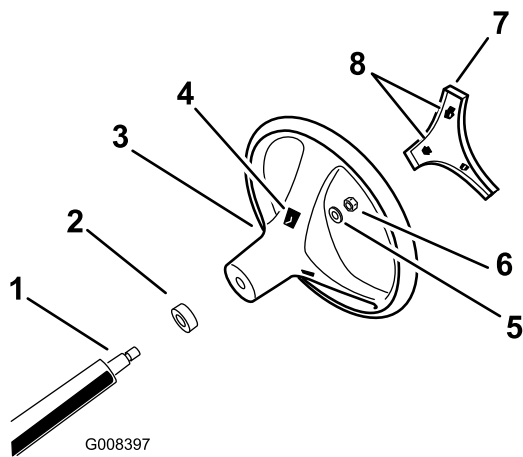

Figure 3
4. Fixez le volant à l'arbre avec l'écrou (Figure 3). Serrez les écrous à un couple de 24 à 30 Nm.